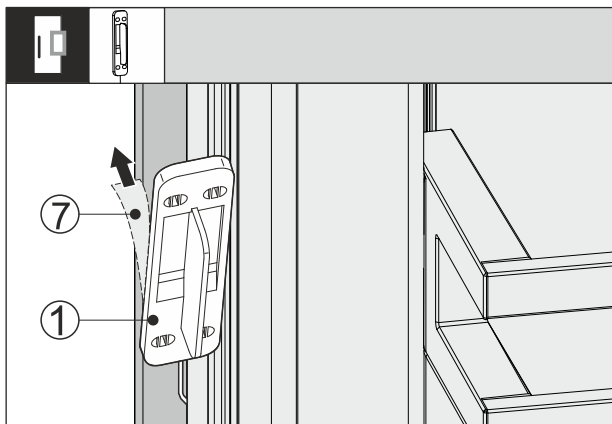

Fig. 65
- Αποσυνδέστε την προστατευτική μεμβράνη Fig. 65 (7) στην πίσω πλευρά του αισθητήρα κρούσης Fig. 65 (1).